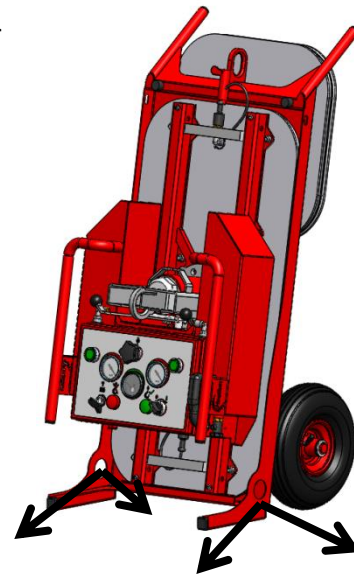

Abbildung: 23
- Wenn sich der Vacuümlifter auf der Transportkarre befindet, kann diese wie folgt fixiert werden (siehe Abbildung 23). An der Unterseite der Transportkarre befinden sich zwei Löcher, an denen sich die Transportkarre mittels Spanngurten fixieren lässt.